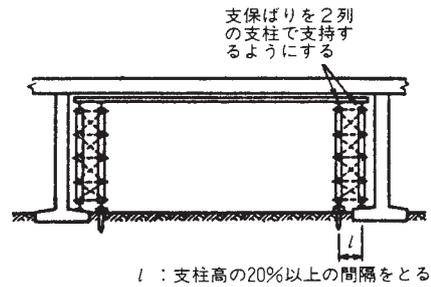

図1-7
c) 支柱を①、②両側で定着できない場合 支柱を①、②両側で定着できない場合は、図1-7のように支柱を2列に配置し、水平つなぎ、筋かいをとり、支柱群を一体化し支保ばりのスパンの $\frac{1}{2}$ の部分に対応する水平荷重に安全に抵抗できるようにする。